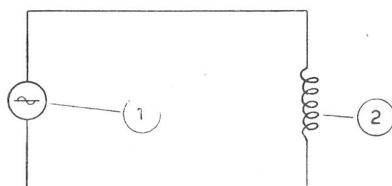

Fig. 109
**b) Spule (Solenoid) an den Klemmen eines Wechselstromgenerators.** Wenn ein Wechselstrom an den Klemmen einer Spule (mit oder ohne Eisenkern) angeschlossen ist, verhalten sich Stromstärke und Spannung zueinander wie folgt (Fig. 109):